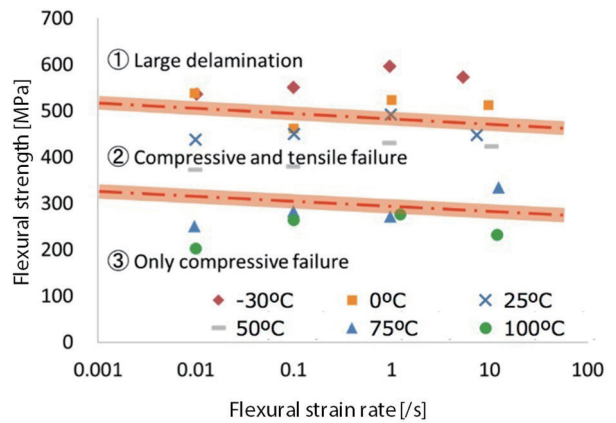

图 7. 弯曲强度与温度应变率的关系
图 6 展示了样品受高速弯曲的过程与结果，位移和试验力转换成弯曲应力 - 应变曲线的示例，高速照相机面向测试件的正面放置，以观察、拍摄被撞针高速撞击而损坏测试件的情况，并与载荷、位移曲线上多个点一一对应的图像。在图 6 中的图表中，在达到最大应力之后，当撞击点 (3) 正下方压缩侧的表层发生损伤时，试验力减小，随后，由于拉伸侧也发生损伤，试验力在点 (4) 之后逐步减小。基于这些结果，现在可以详细解释弯曲变形过程中如何发生损伤。图 7 示出了弯曲强度与应变率和温度的关系图。可以理解，弯曲强度随着温度的降低而增加，也随着应变率的增加而增加。